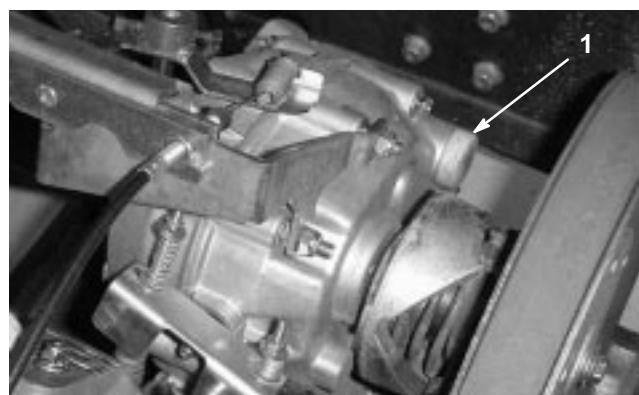

Bild 32
3. Füllen Sie den Ölbehälter (Bild 32) mit ungefähr 1,4 Liter SAE 10W30 Motoröl, oder bis der Ölstand das untere Ende des Füllstand-Prüflohcs erreicht (Bild 31).